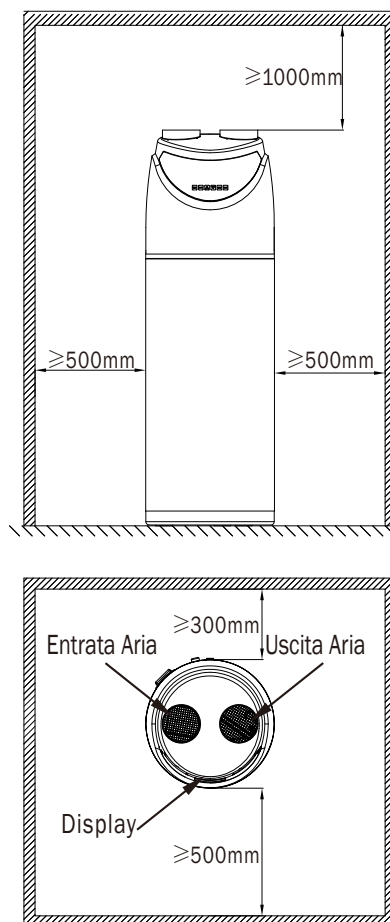

Fig.4 Spazio di installazione e manutenzione consigliato
- Riservare lo spazio per l'installazione e la manutenzione come mostrato in Fig.4.